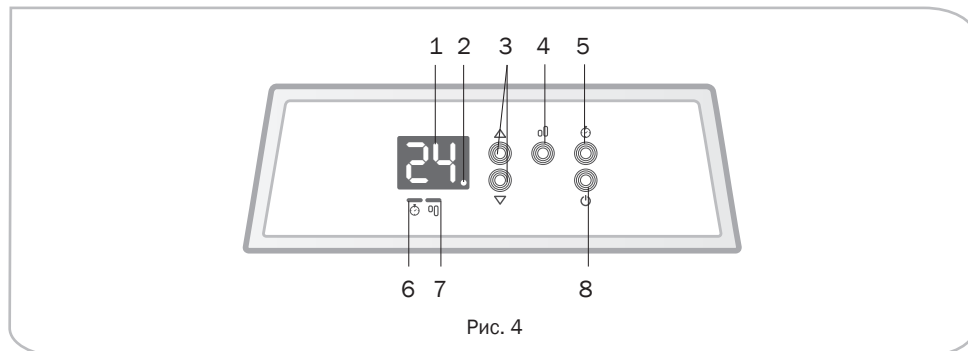

Рис. 4
4. Нажмите кнопку питания 8 (рис.4) для включения прибора, на дисплее загорятся цифры. Установите желаемый режим работы.
Данный режим работы позволяет задавать желаемую Вами рабочую температуру. Этот режим включается автоматически, если после включения конвектора не был задан другой. С помощью кнопок управления 3 (рис.4) изменяйте желаемый диапазон температур, ступенчато увеличивая или уменьшая его на 1°C. Максимально допустимая температура, которую можно установить, 35°C, минимально допустимая 5°C. При удержании одной из кнопок температура будет увеличиваться или уменьшаться на 1°C каждые 0,5 секунд. Последняя заданная температурная установка принимается за активную. Через 5 секунд после установки желаемой температуры система возобновит свою работу и на дисплее отобразится текущая температура в помещении.
Для установки таймера нажмите и удерживайте кнопку 5 (рис. 4). После мигания индикатора таймера на дисплее отобразится заданное время. С помощью кнопок 3 (рис. 4) изменяйте желаемое к установке время, увеличивая или уменьшая время на 1 час. При включенном индикаторе система начинает отсчитывать время в соответствии с предыдущей установкой, если новое значение не будет установлено в течение 5 секунд. Каждый раз при нажатии кнопок 3 система начинает новый отсчет времени или возвращается к исходным параметрам по окончании работы таймера, после чего выключается и прекращает работу. Для отмены работы таймера необходимо повторно нажать кнопку 5 (рис. 4).
Конвекторы серии Комфорт Е3.0 полностью безопасны для детей, поскольку позволяют использовать функцию «Родительского контроля». Для блокировки панели управления нажмите и удерживайте в течение 3 секунд обе кнопки 3 (рис. 4). Для снятия блокировки с системы повторно нажмите и удерживайте обе кнопки 3 (рис.4).
Для выбора режима мощности нажмите и удерживайте кнопку 4 (рис. 4). При установке режима полной мощности загорится индикатор 4.